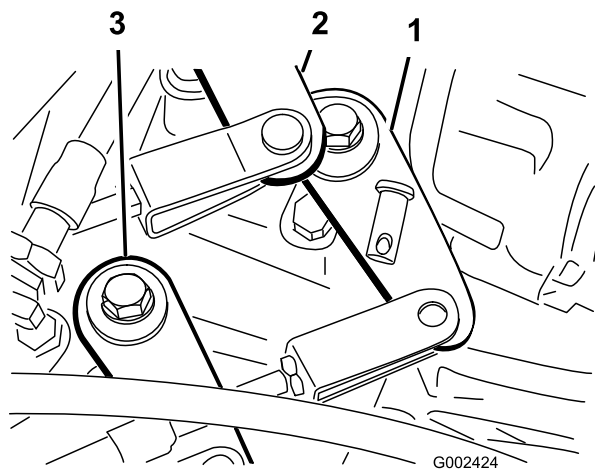

Рисунок 53
2. Снимите шплинтуемые штифты, крепящие тросики переключения передач к рычагам переключения передач (Рисунок 53).
1. Снимите шплинтуемый штифт, крепящий тросик высокого-низкого диапазона к трансмиссии (Рисунок 53).